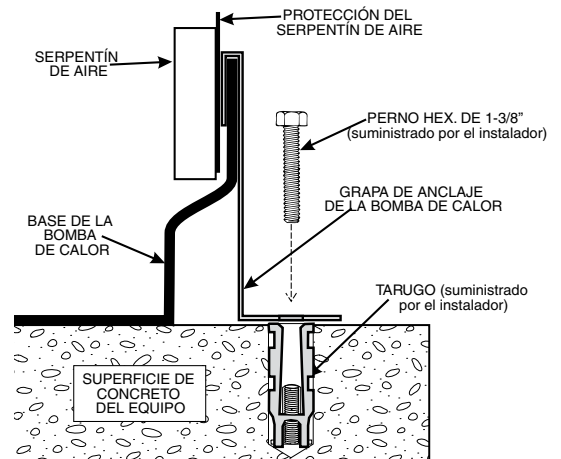

Figura 5.
4. Monte el gancho de las grapas sobre el borde del panel de la base de la bomba de calor. El gancho debe quedar entre el borde del panel de la base y la protección del serpentín del evaporador; vea la **Figura 5**.
8. Coloque las grapas de amarre de modo que sus orificios queden sobre los tarugos. Asegúrese de que los ganchos de las grapas estén sobre el borde de la base de la bomba de calor; vea la **Figura 5**.